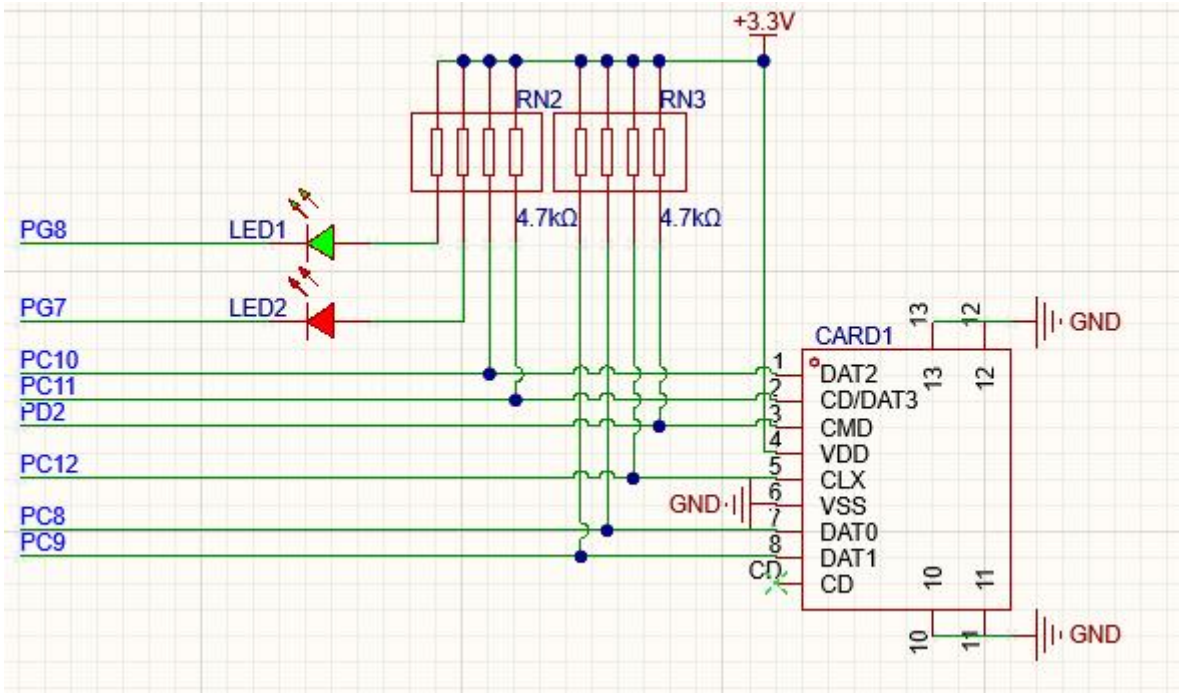

图 4
- 2、需要在素材库中新建原理图 05-MicroSD.SchDoc，抄画图4 所示的电路模块原理图：并每页原理图调用模板文件 20240510.schdot，标题栏中各项内容均要从